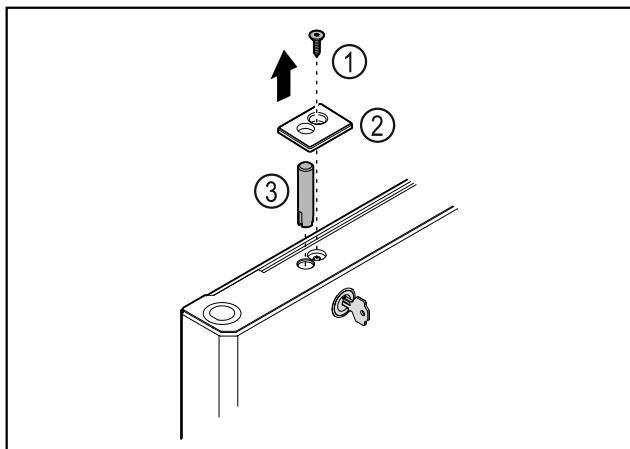

Fig. 33
- Retirar el tornillo Fig. 33 (1).
- Desencajar la cubierta Fig. 33 (2) con un destornillador pequeño y retirarla.
- Extraer el perno de cierre Fig. 33 (3).